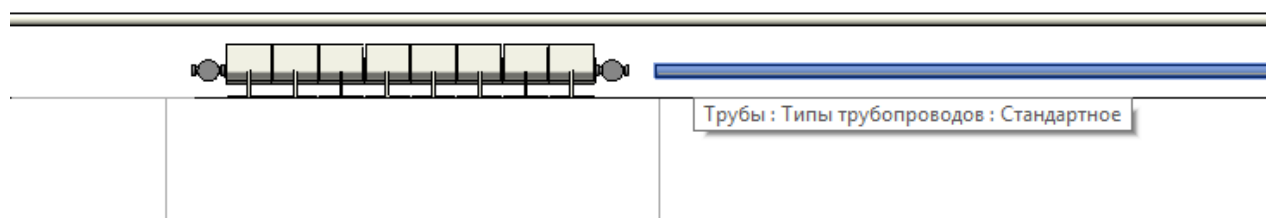

Рисунок 5.19. Прокладка магистральных трубопроводов
5. Проложить подающие и обратные трубопроводы с заданием необходимых диаметров и смещения (рисунок 5.19).